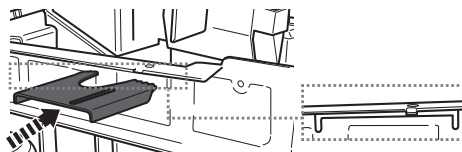

Fig. 4b
- > Faites passer le support de bûches [22] par l'ouverture située dans la plaque de fixation [8] (Fig. 4b). La fente du support de bûches [22] doit être bien alignée avec le trou de fixation de la plaque [8].